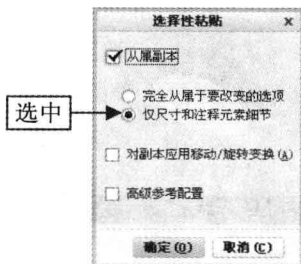

图 7-70 “选择性粘贴”对话框
Step 02 再单击“粘贴”右侧的下拉按钮，在弹出的下拉列表中选择“选择性粘贴”选项，弹出“选择性粘贴”对话框，依次选中“从属副本”复选框和“仅尺寸和注释元素细节”单选按钮，如图 7-70 所示。